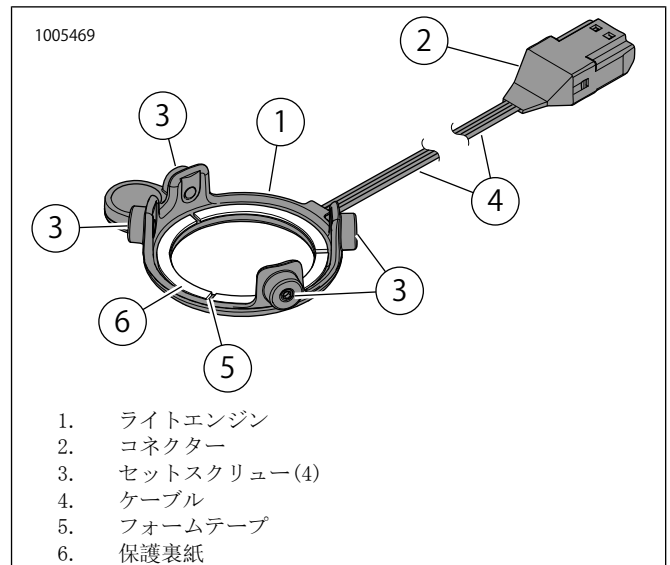

図20。LEDライト、サドルバッグステージIスピーカー
11. 図20を参照してください。ライトエンジン(1)の裏にあるフォーム(5)テープから保護裏紙(6)をはがします。